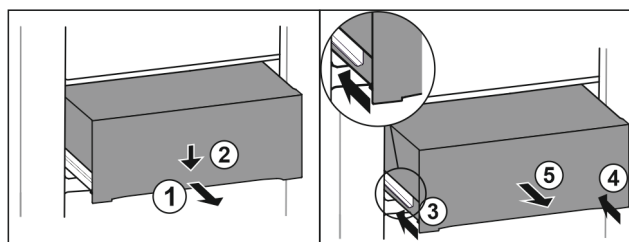

Fig. 95
- ▶ Tirer le tiroir jusqu'à mi-chemin. *Fig. 95 (1)*
- ▶ Appuyer sur l'avant du tiroir vers le bas. *Fig. 95 (2)*
- ▶ Insérer le rail gauche d'env. 2 cm. *Fig. 95 (3)*
- ▶ Insérer le rail droit d'env. 2 cm. *Fig. 95 (4)*
- ▶ Retirer le tiroir par l'avant. *Fig. 95 (5)*